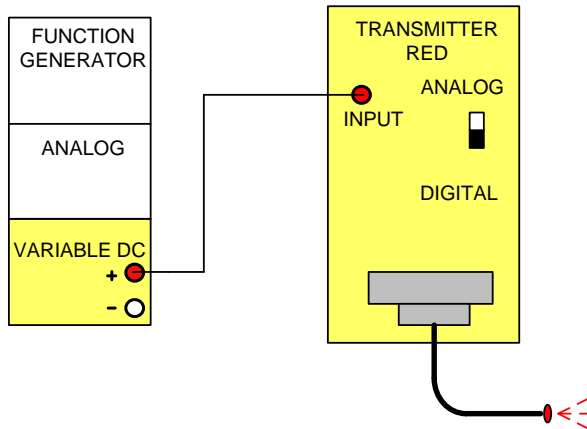

Рис.3. Схема соединений оптического модуля передачи с источником питания
7. Соберите схему соединений, показанную на рис. 3 используя, передатчик, выбранный на предыдущем этапе.